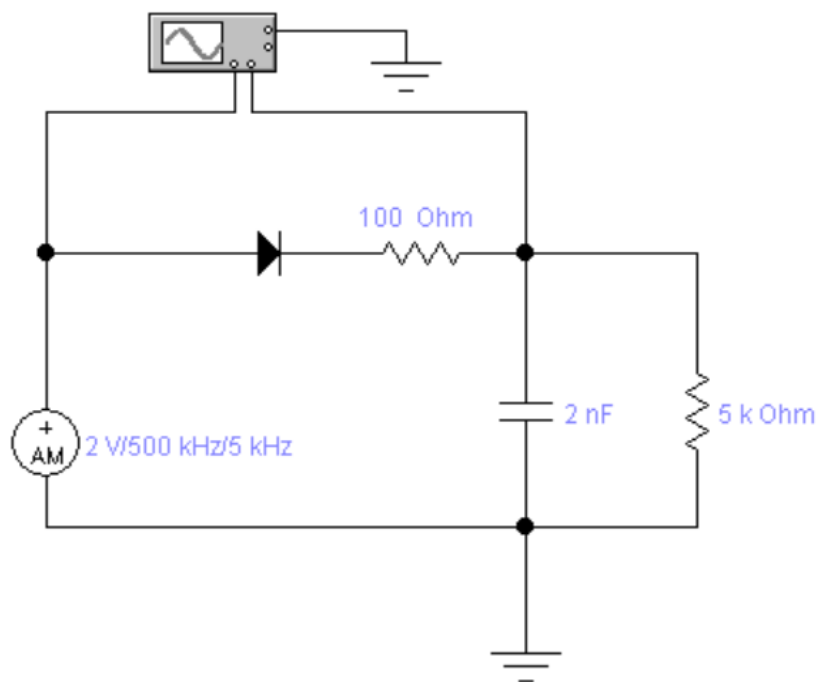

Рисунок 8.1 – Схема дослідження сигналу АД
- 5.1 Помістити елементи схеми (рисунок 8.1) на білий аркуш робочого поля.